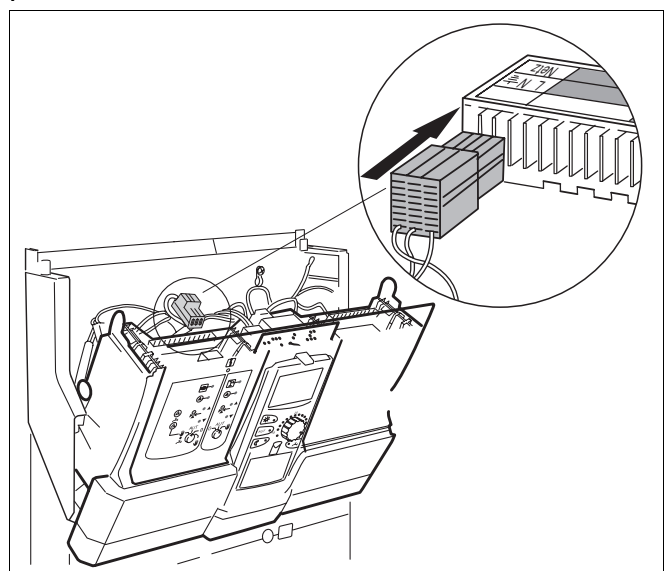

Abb. 7 Netzanschluss herstellen
- 230 V Modulanschlussstecker an der vorgesehenen Position in der Steckerleiste (vgl. Lupe in Abb. 7) einstecken.
- 230 V Modulanschlussstecker (vgl. Abb. 7) und alle Verbindungsleitungen des Moduls ZM 424 abziehen und in Parkposition fixieren.